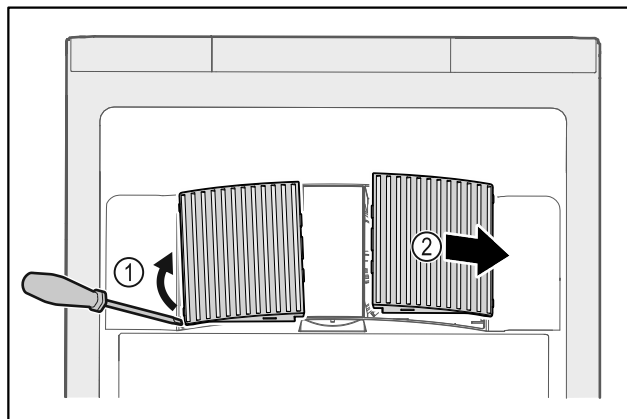

Fig. 177
- Αναμοχλεύστε προσεκτικά από το πλάι τα καλύμματα του ανεμιστήρα Fig. 177 (1) και αφαιρέστε τα προς τα εμπρός Fig. 177 (2).